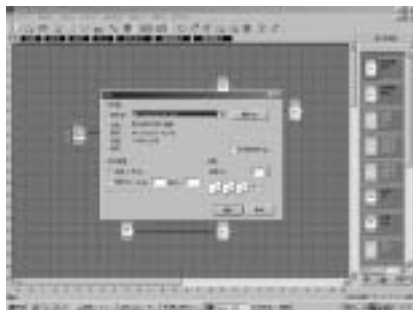

图 4.16 文件打印
2. 弹出如图 4.16 所示的对话框,按照对话框中的提示设置您的打印要求;